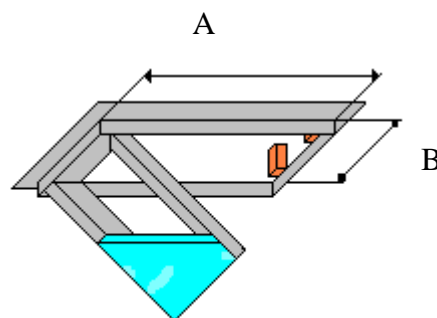

Abb. 2.
2. An der für die Montage bestimmten Platz, die Löcher ausschneiden (Quadrat oder Rechteck) mit den Abmessungen die den äußeren Abmessungen des Flansches des festen Teiles entsprechen (A und B Abb.2) – siehe die Tabelle 1.